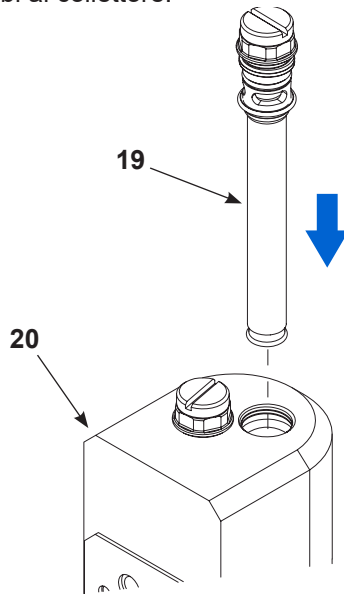

Figura 25 Fissare i tubi di fluidizzazione nel collettore
5. Vedi Figura 25. Inserire il tubo di fluidizzazione assemblato (19) nel lato superiore del collettore di spurgo (20). Far aderire i tubi al collettore.